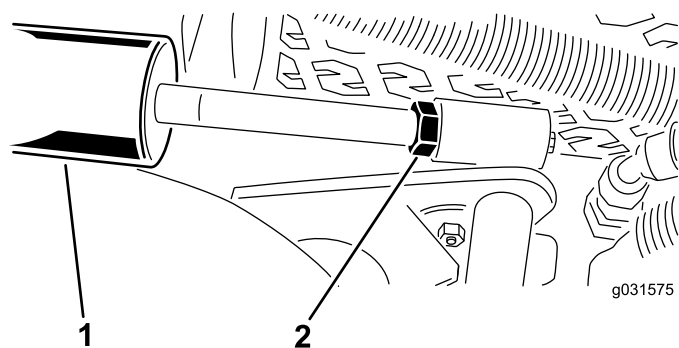

Figure 17
- A. Abaissez les unités de coupe et desserrez l'écrou de blocage sur le vérin (Figure 17).